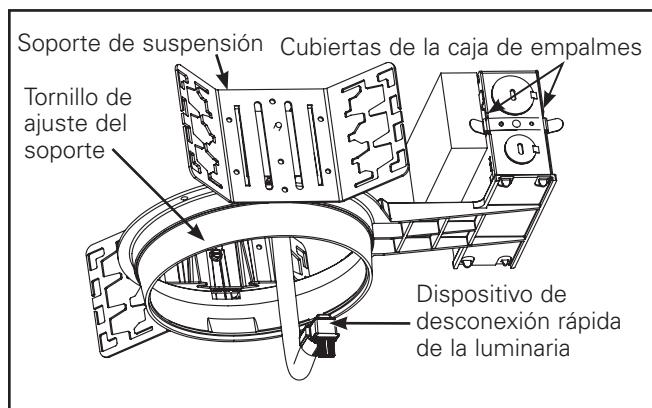
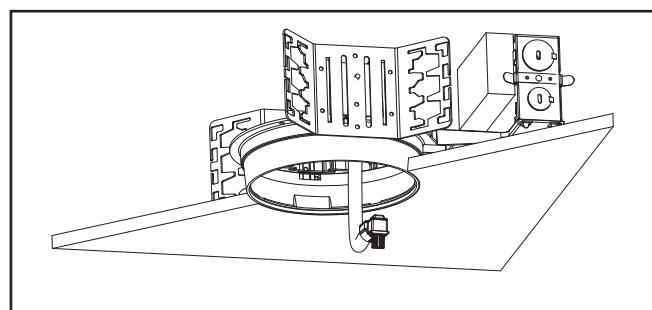

Figura 1.
Figura 2.
2. Tornillo de ajuste del soporte: Ajuste los tornillos de ajuste del soporte (Figura 1.) de modo que la parte inferior del anillo de yeso quede al ras de la línea del techo acabada. (Figura 2.) El soporte del colgante es reversible para permitir un ajuste total de 5".